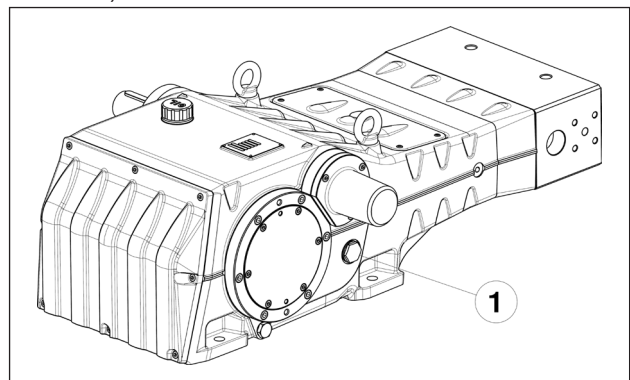

Abb. 8
5. Der Ölstand im Pumpengehäuse korrekt ist, u.z. über die entsprechenden Schaugläser an Gehäusesseite (Pos. ①, Abb. 8).